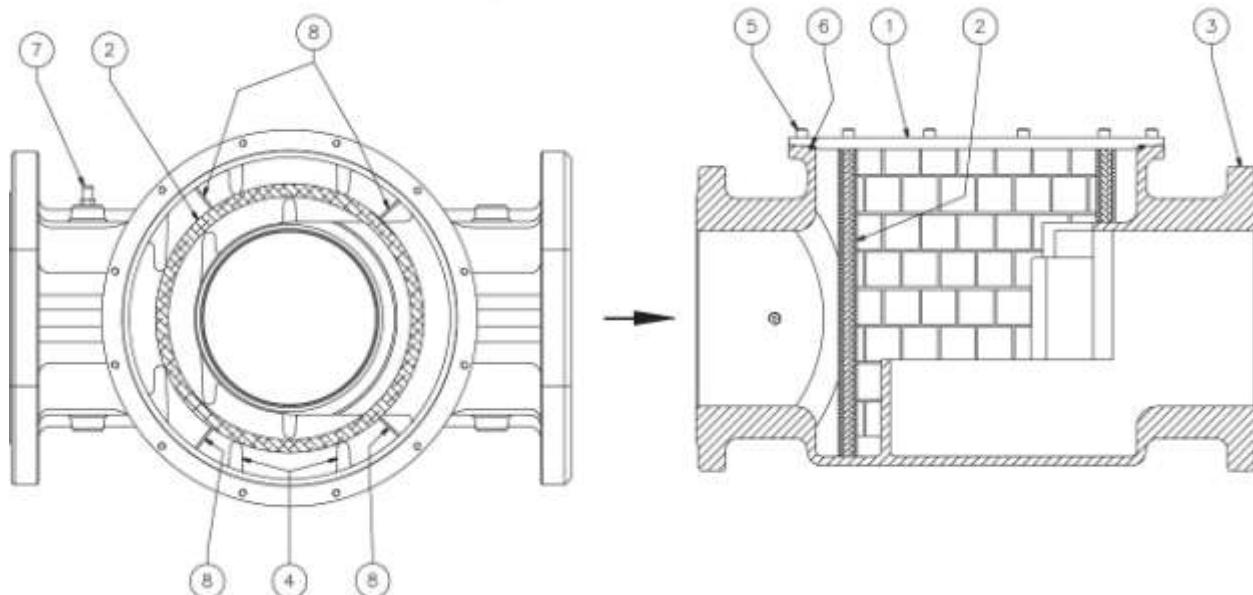

Рис. 5
Фильтр (рис. 5) состоят из: крышка (1); фильтрующий элемент (2); корпус (3); направляющие фильтрующего элемента (4); винты крепления крышки (5); уплотнительное кольцо (6); штуцер для отбора давления (7); специальные ребра (8).